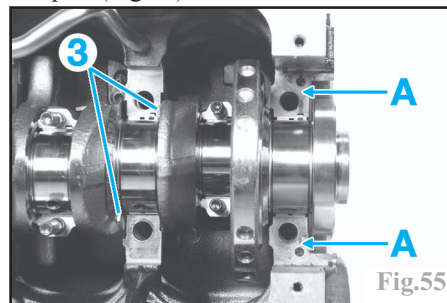
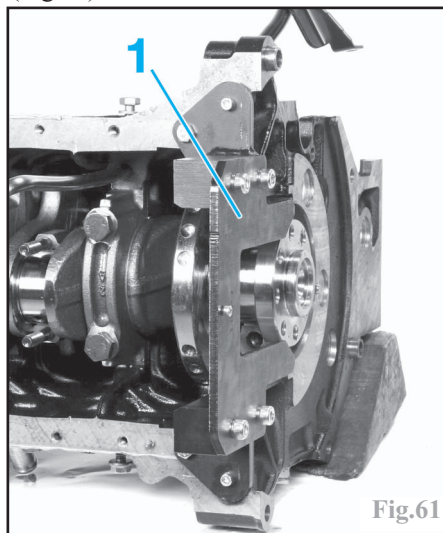

Fig.55
Fig.61
Placer de chaque côté du palier n°2 (côté volant moteur), les cales de réglage (3) du jeu axial avec la face rainurée côté vilebrequin (Fig.55).
Poser le vilebrequin sur le bloc moteur. Mettre de la pâte d'étanchéité sur la surface d'appui du palier n°1 en (A) (Fig.55). Monter l'outil (1) de centrage du palier (Fig.61).